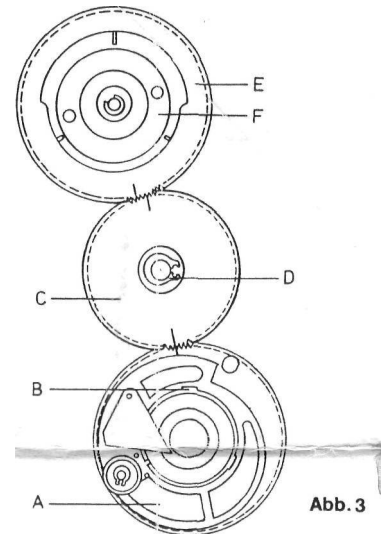

Abb. 3
7. Austausch der Zahnräder für Servo-Getriebe (Abb. 3)